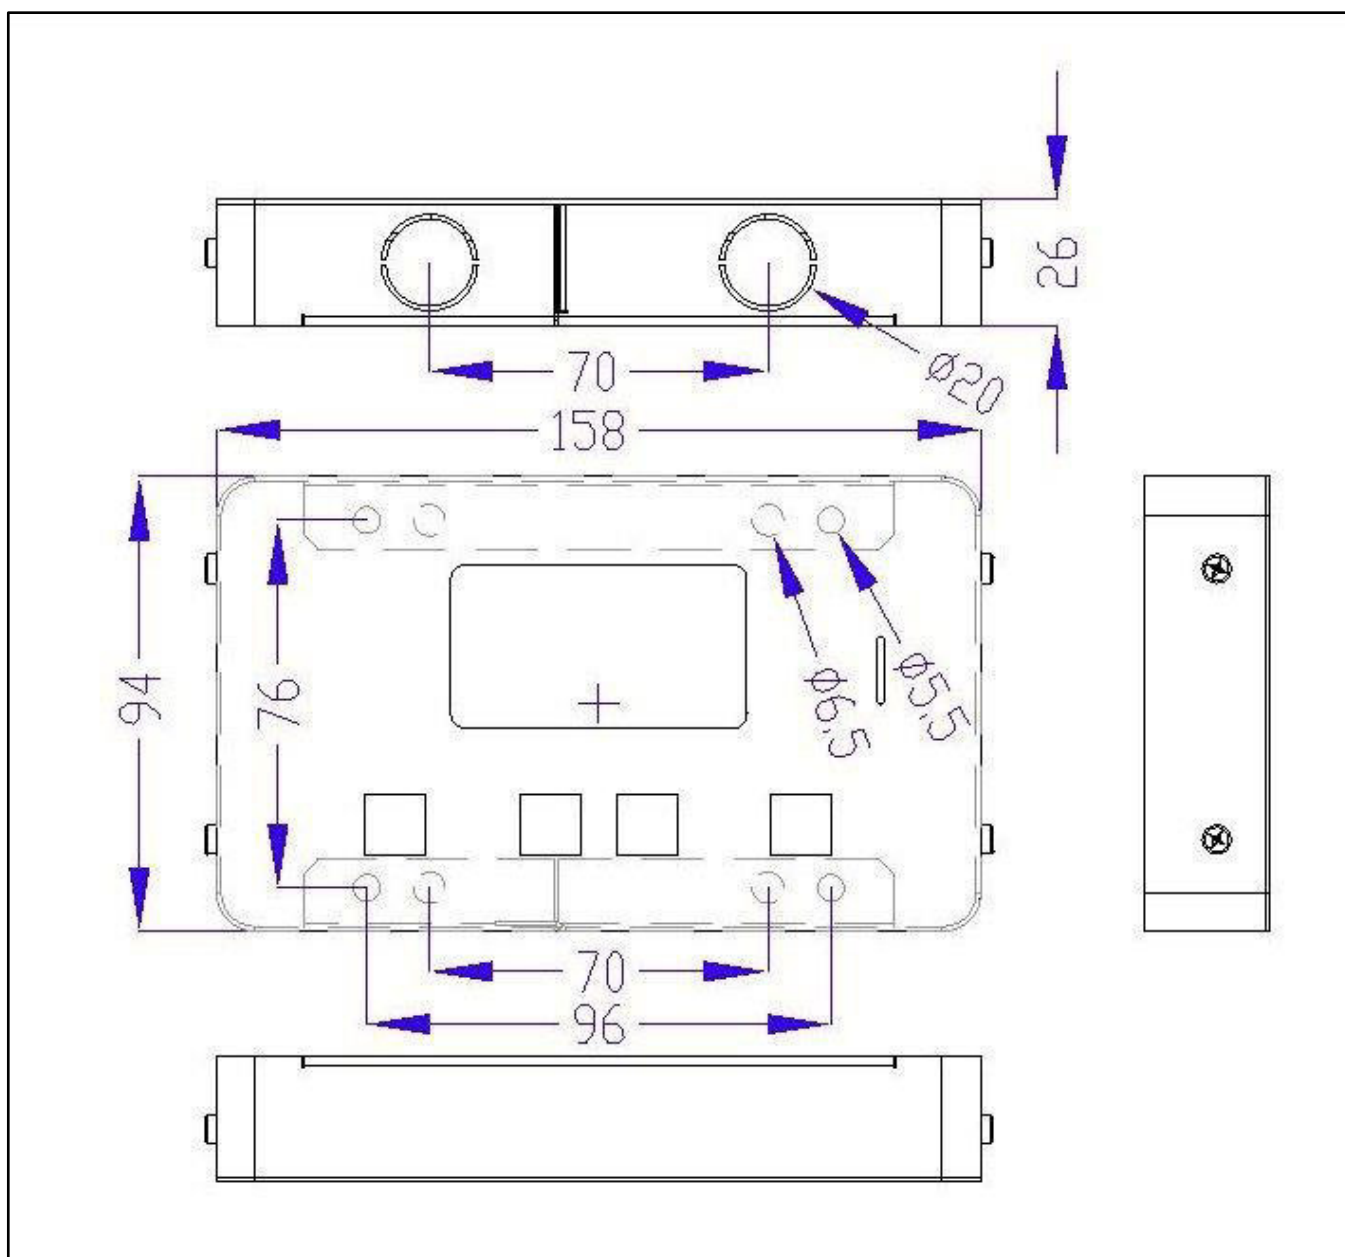

Abb.4 - Abmessungen
- 1) Installieren Sie das **WRD** an einem trockenen Ort. Es hat zwei Befestigungsmöglichkeiten: direkt auf der Platte und mit dem eigenen Behälter (Abb. 4).
- 2) Der hintere Teil bietet Zugang zu den elektrischen Anschlüssen (Abb. 4). Sowohl der Stromversorgungsanschluss als auch der **WBUS**-Anschluss sind abnehmbare Klemmen, die einfach zu verdrahten sind. Schließen Sie die Kabel richtig an. Wenn die Stromversorgung über die Batterie erfolgt, wird empfohlen, dass die Sicherung (0,5 A) zum Schutz der Kabel verwendet wird. Schließlich, wenn es verwendet wird, schließen Sie auch das Ethernet-Kabel an.